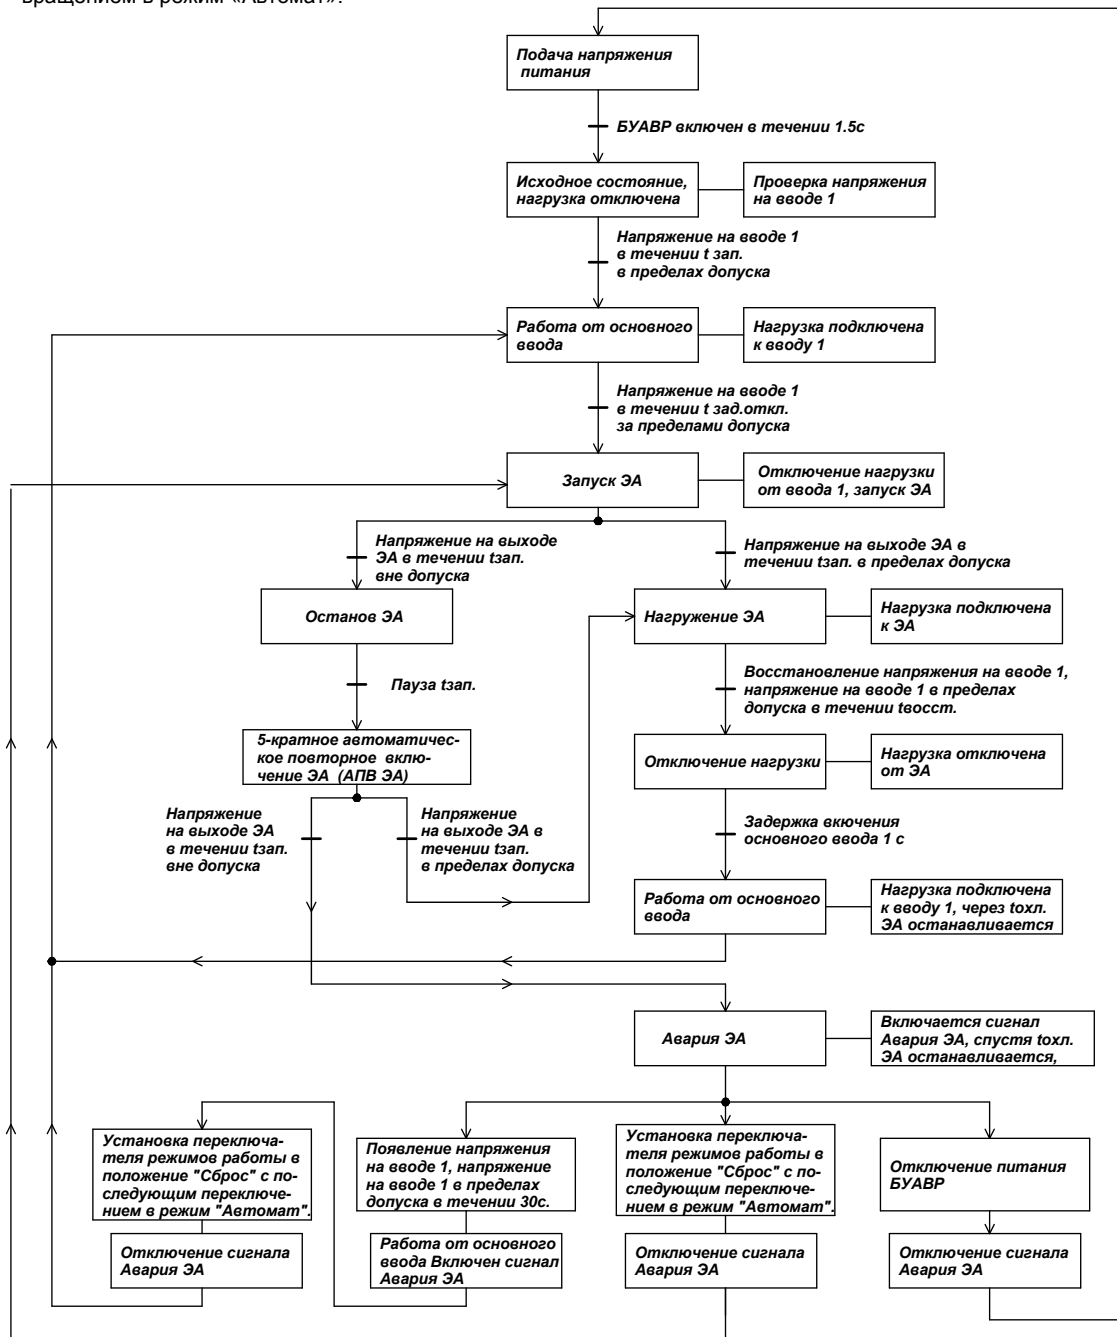

Рис. 4 Алгоритм работы БУАВР в автоматическом режиме
- 5.3. Описание алгоритма работы БУАВР в автоматическом режиме, рис.4.